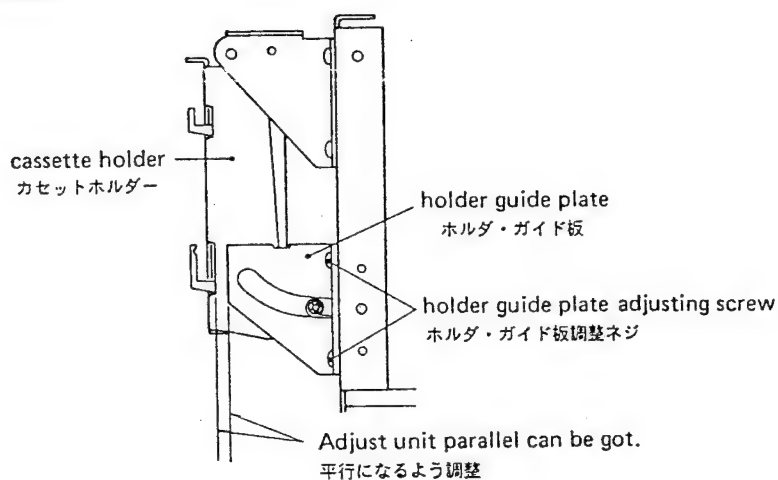

Fig. 5-8
1. Adjust the holder guide plate's mounting position so that when the cassette holder in which the cassette tape is inserted is closed, the parallel condition shown in Fig. 5-8 is obtained.
1. カセットがそう入されたカセット・ホルダを閉じて、図5-8に示す平行状態が得られるようにホルダ・ガイド板の取付位置を調整する。